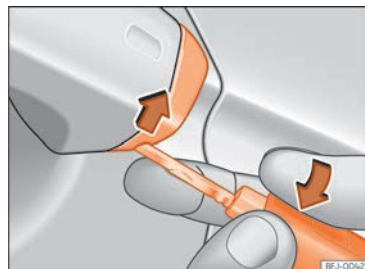

Abb. 55 Fahrertürgriff: Abdeckkappe abhebeln.
- Den Schlüsselbart am Fahrertürgriff in die untere Öffnung der Abdeckkappe stecken und die Abdeckkappe von unten nach oben anheben » (Abb. 55).